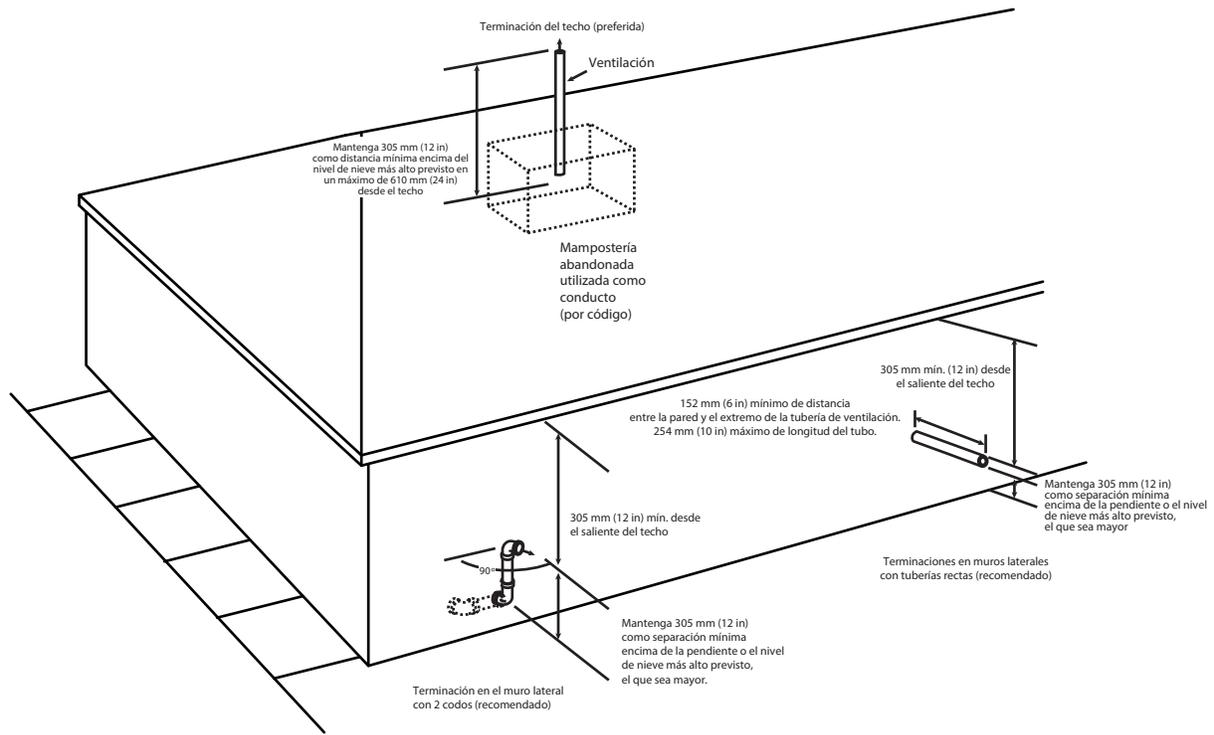
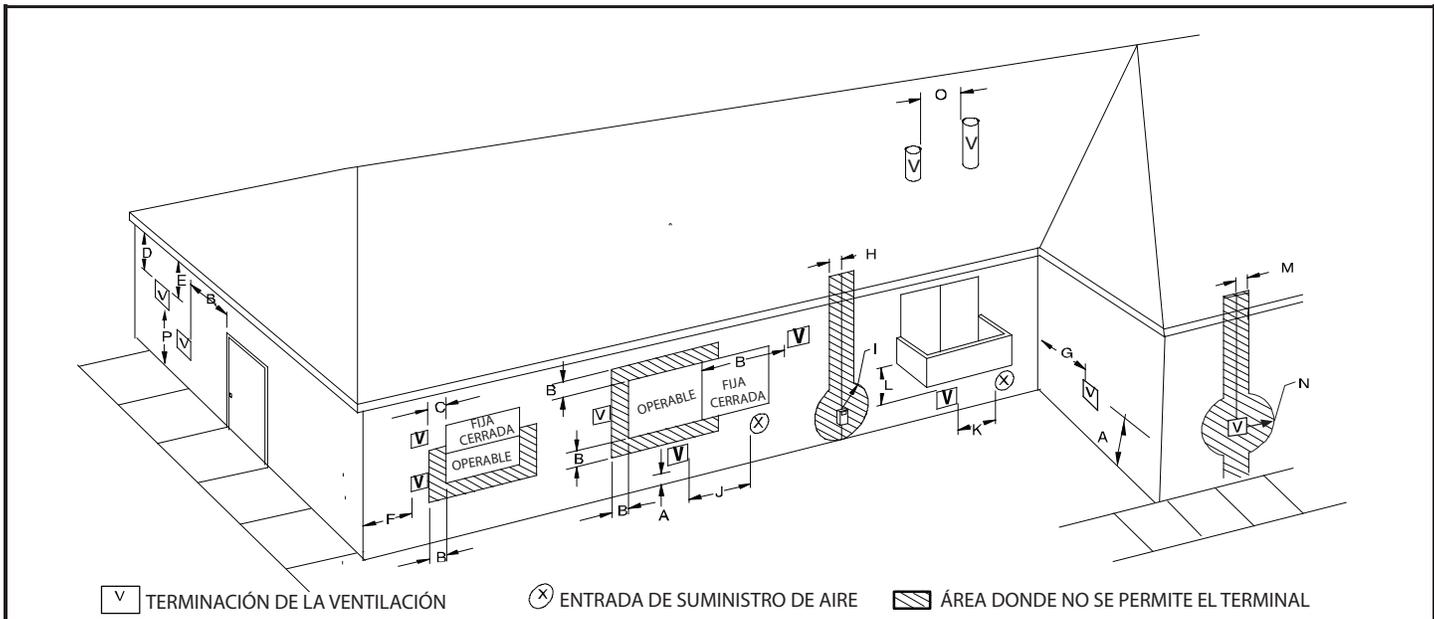

Fig. 41 – Terminación de la tubería de ventilación para sistemas de ventilación indirecta y de aire de combustión ventilado
Fig. 43 – Distancias para las terminaciones de ventilación de aire de combustión ventilado y de ventilación indirecta
Puede emplearse una chimenea de mampostería abandonada como vía de escape para tuberías de aire de combustión (si corresponde) y ventilación, siempre que estén debidamente aisladas y cuenten con el soporte necesario. Cada calefactor debe contar con sus propias tuberías de aire de combustión y ventilación que deben terminar por separado, como se muestra en la Fig. 40 para sistema de ventilación directa (2 tuberías) o en la Fig. 43 para la opción de aire de combustión ventilado.
En un sistema de ventilación directa (2 tuberías), todo el aire de combustión se toma directamente del exterior y todos los productos de la combustión se descargan a la atmósfera. El aire de combustión y las tuberías de ventilación deben terminar juntos en la misma zona de presión atmosférica, ya sea a través del tejado (opción ideal) o de un muro lateral. Consulte la Fig. 41 para ver referencias de las distancias que exigen las autoridades del código nacional.
Para la distancia de las terminaciones de ventilación, las referencias a los códigos nacionales se muestran en la Fig. 41 para sistemas de ventilación directa/de 2 tuberías y en la Fig. 42 para sistemas de aire de combustión ventilado. Para disposiciones de terminación en el exterior, consulte la Fig. 40 para sistemas de ventilación directa/de 2 tuberías y la Fig. 43 para sistemas de aire de combustión ventilado. Comuníquese con las autoridades locales para informarse sobre otros requisitos o exenciones de los códigos nacionales que aparecen en las figuras.
1. Cumpla con todos los requisitos de distancia de la Fig. 41 o la Fig. 42 según la aplicación.
La tubería de ventilación de un sistema de aire de combustión ventilado debe terminar en el exterior. Consulte la Fig. 42 para ver las referencias a las distancias de ventilación que requieren las autoridades del código nacional. Las terminaciones de ventilación permitidas se muestran en la Fig. 43. La tubería de aire de combustión desemboca en un ático o